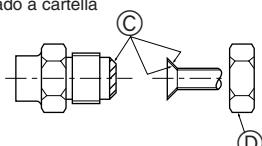

Fig. 4-1
Tabella 1 (Fig. 4-1)
4.2. Collegamento dei tubi (Fig. 4-1)
- ① Collegare i tubi partendo dall'unità interna.